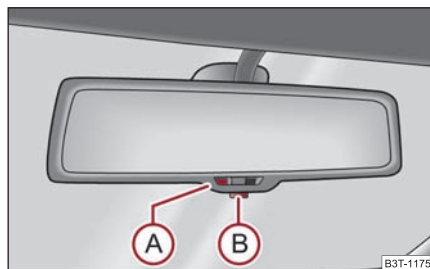

Fig. 73 Retrovisor interior antideslumbrante automático
- Pulse la tecla (B) - el testigo (A) se encenderá ⇒ fig. 73.